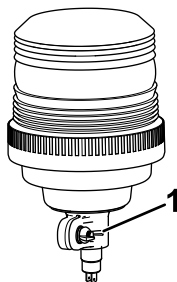

Figure 17
4. Desserrez l'écrou à oreilles sur le gyrophare (Figure 17).